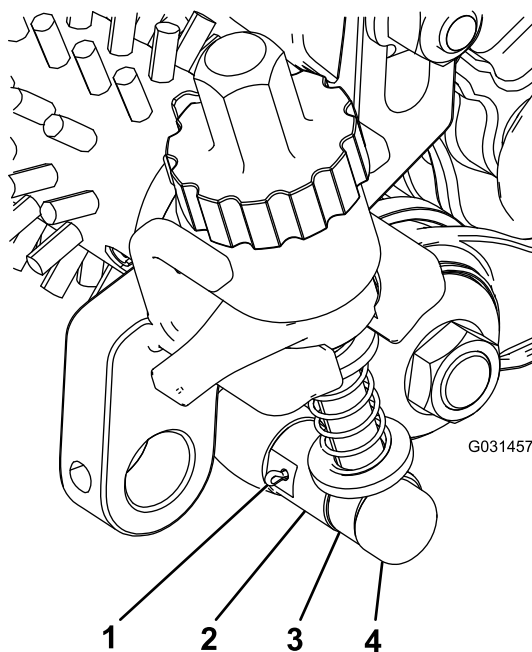

Figura 23
4. Alinee la varilla del conjunto del brazo de regulador cerca del conjunto de la polea tensora con el collar del regulador en el conjunto de polea tensora y fíjela con un pasador de regulador y un pasador de chaveta (Figura 23).